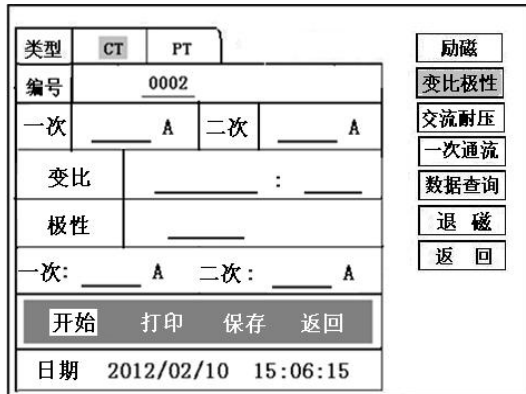
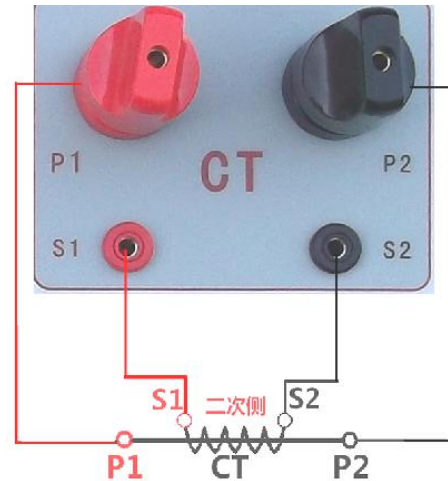

图 12, CT 变比极性测试界面
图 13, CT 变比极性接线图
1) 参数设置：测试界面见图 12。
按照图 13 进行接线，CT 一次侧接 P1、P2，CT 二次侧接 S1、S2。进入 CT “变比极性”测试界面，如图 12。设置完成后，合上“功率开关”，移动光标至“开始”